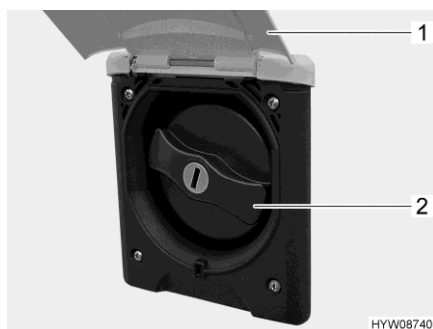

Fig. 192 Couvercle de fermeture
- Basculer le portillon extérieur (Fig. 192,1) vers le haut.
- Tourner le couvercle de fermeture de couleur bleue (Fig. 192,2) d'un quart de tour.